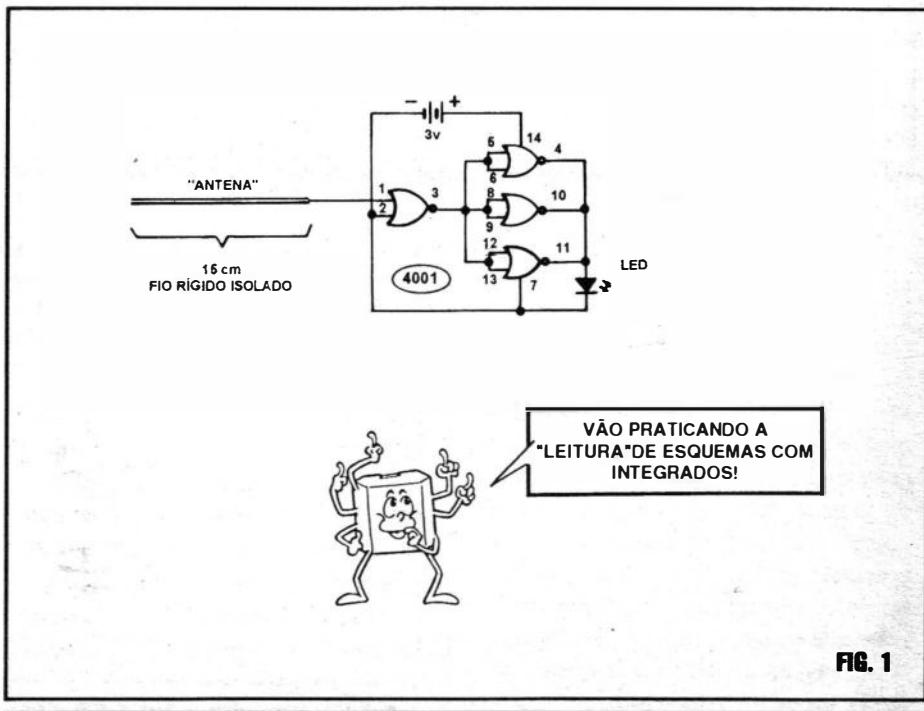

FIG. 1
- FIG. 1 - "ESQUEMA" DO CIRCUITO - Nada poderia ser **mais** simples (e isso graças à intensa miniaturização e compactação proporcionada pelos Integrados...) do que a estrutura circuitual do ELETROSCÓPIO C.MOS...! Um C.MOS 4001, um LED e... **nada mais** (obviamente alimentados por pilha - 2 - num suporte...)! O funcionamento também (em seus aspectos gerais...) é muito simples: conforme já "avisamos" (e sobre o que daremos mais importantes detalhes nas próximas "Aulas" do ABC...), devido à elevadíssima impedância das Entradas de blocos lógicos (por enquanto estamos falando apenas dos blocos elementares, os *gates* ou "portas"...), mesmo níveis de **energia** absolutamente irrisórios, são capazes de polarizá-las... Em outras palavras: como a "resistência à terra" das ditas Entradas situa-se na casa dos **milhares de Megohms**, na prática não ocorre o "escoamento" da energia (na forma de determinada Tensão...) a elas aplicada, e com isso os transístores de efeito de campo (de óxido metálico de silício...) que existem "lá dentro" do Integrado, "reconhecem" confortavelmente a polarização! É justamente por isso que não se recomenda tocar com os dedos as "perninhos" de um Integrado C.MOS que esteja "fora" do circuito (quando ele têm seus terminais conectados à malha resistiva de qualquer circuito, existem outros percursos - externos ao Integrado - para o "escoamento" de cargas elétricas estáticas ou dinâmicas...). Um tipo muito especial (embora corriqueiro...) de "polarização" para qualquer Entrada C.MOS, constitui-se nas cargas de Eletricidade Estática, desenvolvidas por "atrito" em objetos altamente isolantes, como pedaços de vidros ou plástico, ou mesmo sobre a pele de uma pessoa, estando ela bem isolada do chão, por sapatos com sola de borracha (num dia bem seco, uma pessoa com calçado solado em borracha, desenvolve sobre sua pele uma carga de mi-
vimos...), está, na verdade, polarizada a "meia Tensão" da alimentação geral do bloco, situando-se na "região" digitalmente "indeterminada" (uma vez que apenas é capaz de reconhecer com precisão, estados "altos", correspondentes ao valor de +Vcc, ou estados "baixos", referenciados pela linha do **negativo**, ou de "zero" volt, da alimentação...). Nessa condição (que apenas se recomenda tentar utilizar com alimentação geral nos limites mais baixos - 3V - da gama "aceita" pelos C.MOS...), a referida Entrada torna-se ainda **mais** sensível do que já é... Agora, observando o mini-circuito todo ELETROSCÓPIO (fig. 1), e levando-se em conta a TABELA VERDADE dos **gates NOR** de 2 Entradas (ver "Lição" Teórica da presente "Aula"...), temos que, estando **uma** das duas Entradas (pino 2) "baixa" (ligada ao **negativo** da alimentação...), o estado da Saída (pino 3) será sempre **Inverso** à polarização digital vista pela Entrada "livre" (pino 1). Essa polarização, em condição hiper-sensível - como já vimos - é obtida através de uma pequena "antena", formada por um "toquinho" de fio rígido isolado (não mais do que uns 10 ou 15 cm.), sobre o qual os eventuais campos eletro-magnéticos dinâmicos, ou as cargas elétricas estáticas **fazem** desenvol-